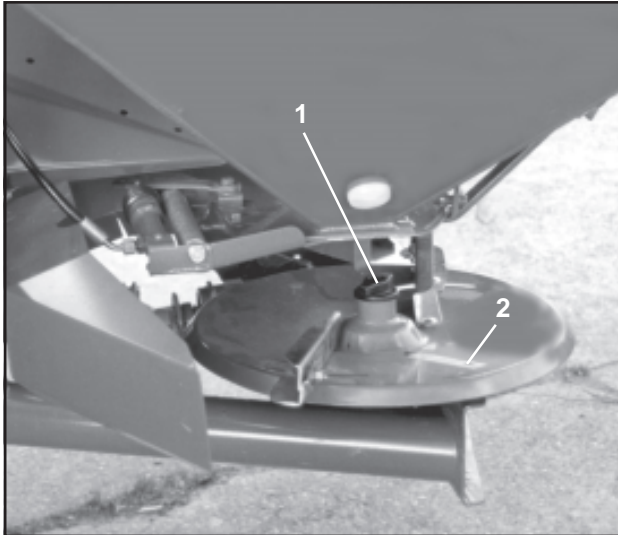

Fig. 7.30
- Flügelmutter (Fig. 7.30/1) entfernen.
Beim Aufsetzen der Streuscheiben "links" und "rechts" nicht verwechseln. Streuscheiben sind entsprechend mit Aufklebern (Fig. 7.30/2) gekennzeichnet.